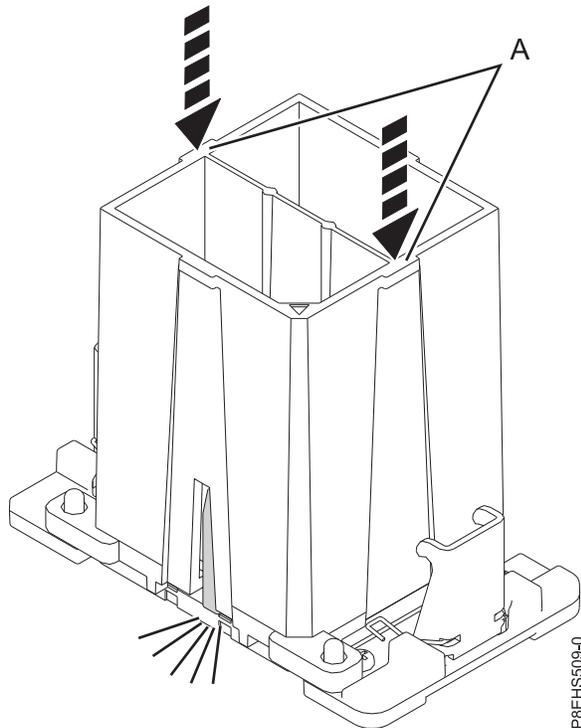

Abbildung 75. Systemprozessormodul im Werkzeug einrasten lassen
- c. Ist das Ausbauwerkzeug **(A)** auf dem Systemprozessormodul platziert, drücken Sie von oben auf das Werkzeug, um das Systemprozessormodul darin einrasten zu lassen, siehe Abb. 75 auf Seite 69. Stellen Sie sicher, dass beide Backen des Werkzeugs das Systemprozessormodul zuverlässig und stabil greifen. Drücken Sie die blauen Lösehebel nicht. Tun Sie dies erst, wenn Sie dazu aufgefordert werden.